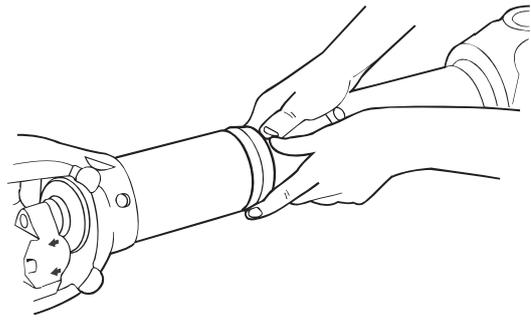
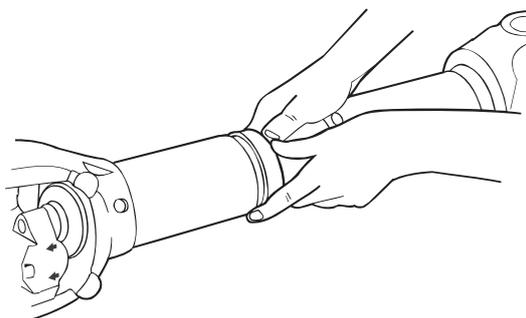

Figura 4.24
Figura 4.23
8. Encaixe a vedação na ranhura. Figura 4.23 e Figura 4.24.